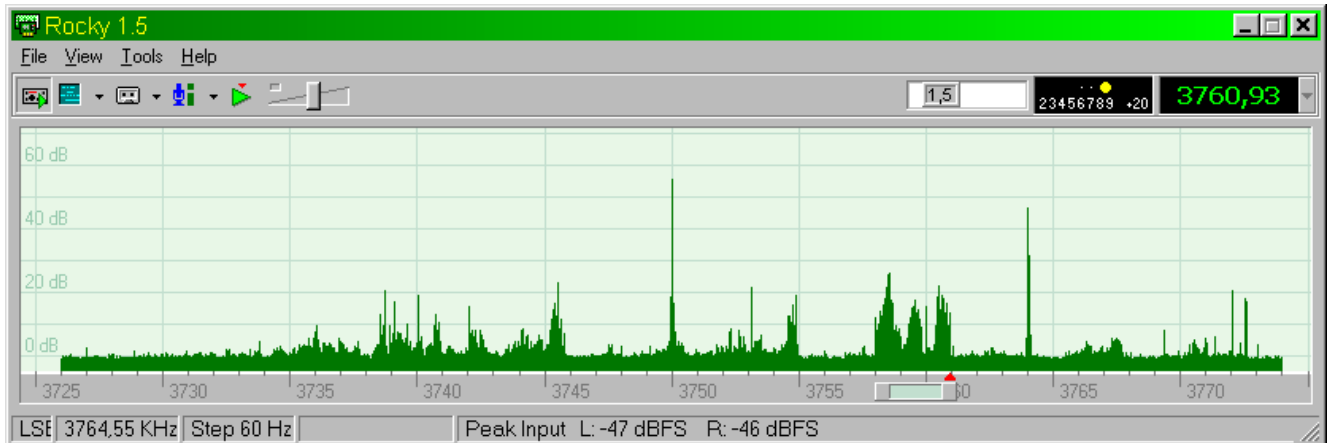

Bild 4: Bedienoberfläche von Rocky nach dem Decoder-Start (Empfang auf 3760,93 kHz).
1. Starte die Datei "RockySetup.exe". Die Installation läuft automatisch ab; die geforderten Angaben (Laufwerk, Pfad, ob Icon gewünscht etc.) trägt man wie üblich ein. Ist alles erledigt, sollte bereits die Bedienoberfläche von Rocky erscheinen (ähnlich Bild 4, nur Nullfrequenz, keine Afu-Signale); andernfalls wird das Programm über das Icon auf dem Desktop gestartet.
Infolge unvermeidbarer Toleranzen in den beiden Kanälen ist in der Praxis keine 100 %-tige Übereinstimmung der Parameter Phase und Gain (Verstärkung) möglich. Um trotzdem eine gute Seitenbandunterdrückung zu bekommen, erfolgt eine Korrektur per Software. In Abhängigkeit der Arbeitsfrequenz erstellt Rocky eine Tabelle mit Korrekturwerten, die für einen rechnerischen Ausgleich der o.g. Fehler sorgt. In den Bildern 10 und 11 habe ich die Korrekturwerte mit Hilfe eines HF-Generators erzeugt. Wird der betreffende Frequenzbereich langsam durchfahren entstehen Meßpunkte, die bei der graphischen Darstellung mit ± 1 %-Kondensatoren schön aufgereiht sind. Steht kein HF-Generator (Dipper, Antennenanalysator etc.) zur Verfügung, überläßt man die Korrektur einfach der Software, aus verschiedenen Empfangsfrequenzen entsteht nach und nach ebenfalls eine Korrekturkurve, sie sieht nur nicht so perfekt, wie in den Beispielbildern aus, auf die Funktion des Empfängers hat das aber keinen nachteiligen Einfluß. Wenn im Spektrum (Vergleich Bild 4) keine Spiegel-frequenzen auftauchen, ist alles in Ordnung.
Mit Hilfe der Rocky-Software erkennt man die korrekte Funktion des Empfängers daran, daß die Nullfrequenz in der Spektrum-Mitte liegt und die Nutzfrequenzen im gesamten Spektrum nur einfach auftauchen (siehe Bild 4 und 13). Sind die Signale bezogen auf die Nullfrequenz gespiegelt, also doppelt vorhanden, arbeitet nur einer der beiden Audiokanäle und die Abstimbreite ist halbiert (fsample /2) Hierfür gibt es mehrere Ursachen: